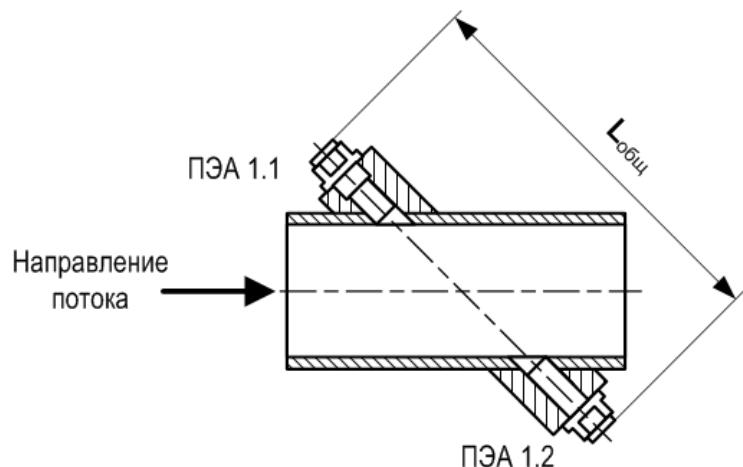

Рис.10. Измеряемое расстояние между парой ПЭА.
- 4.4.7. Измерить расстояние между противолежащими плоскостями заглушек (рис.10), установленных в корпусах пары ПЭА (первого и второго по потоку).